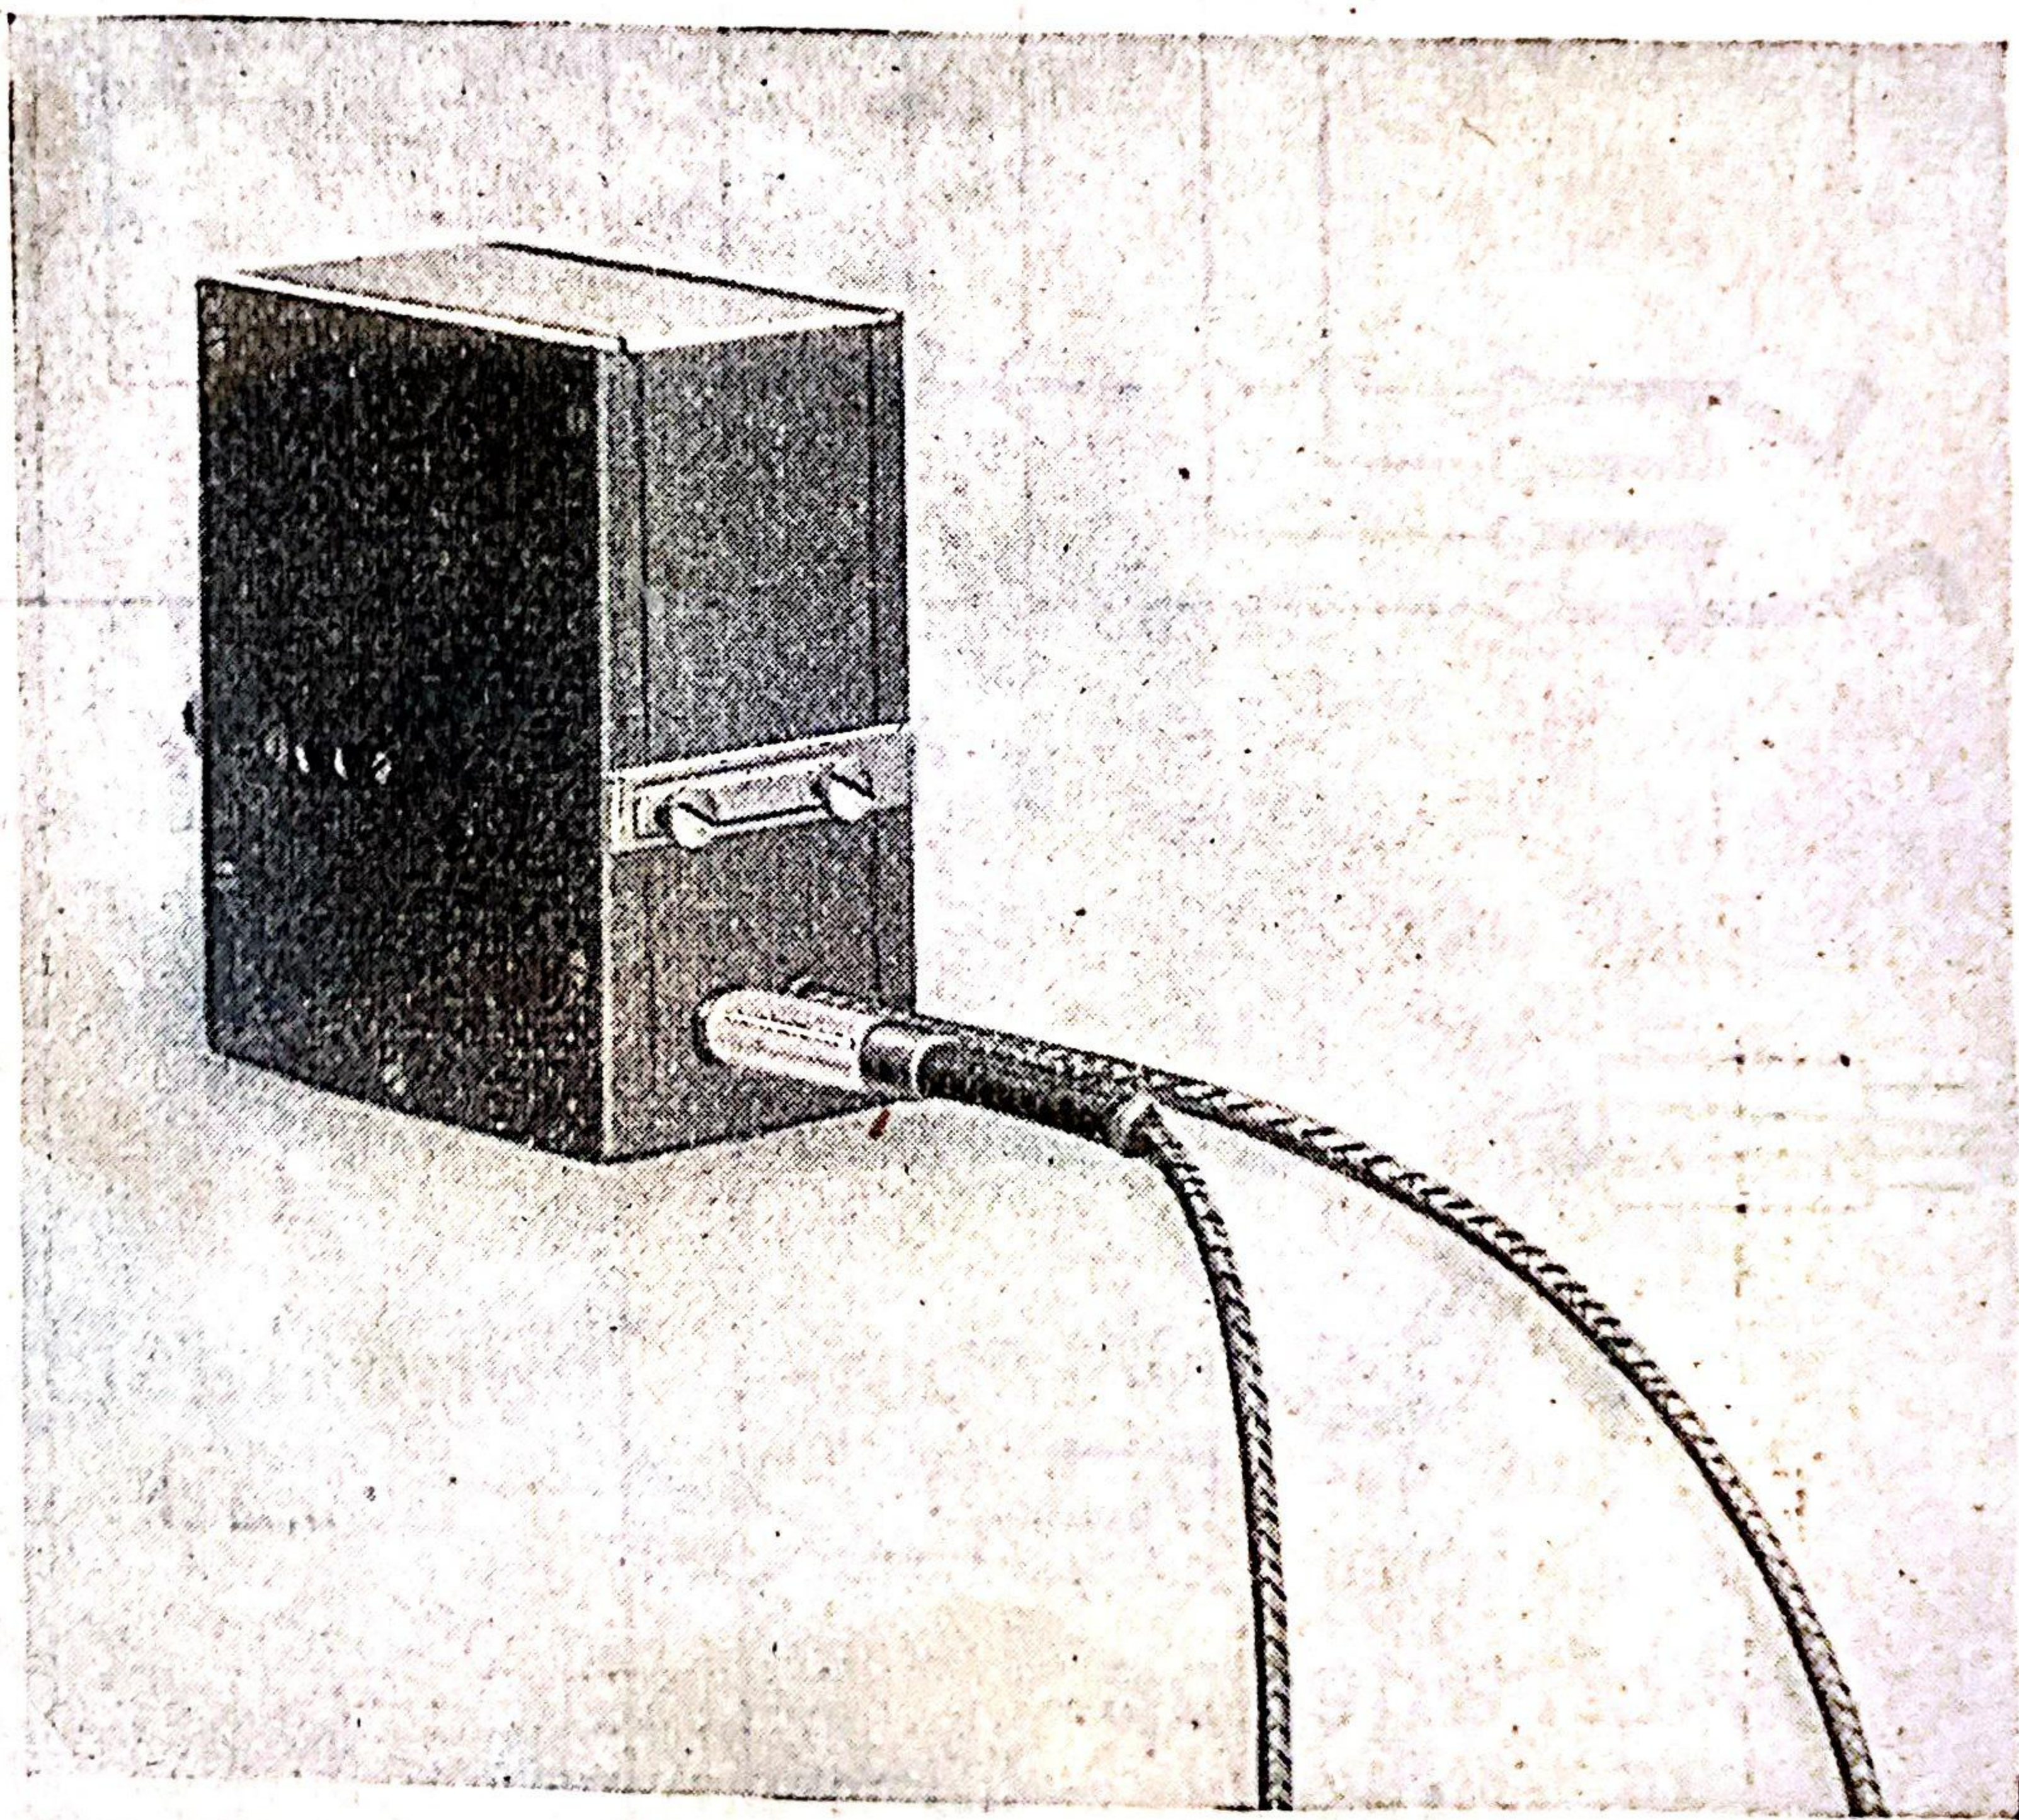

Bild 18.
34. Das Übertragerkästchen, Bild 18, enthält in einem Holzkasten einen Übertrager, eine Übertragerklinke, einen Übertragerstöpsel,